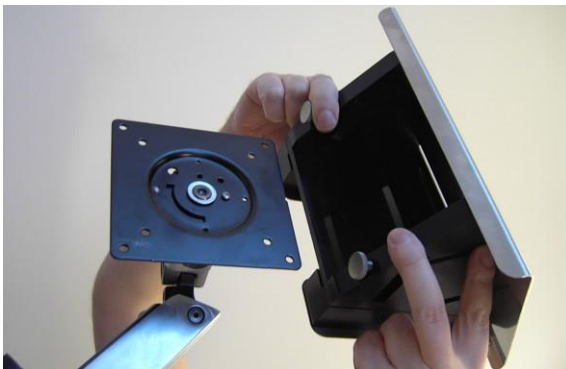

Figura 3-9. Alineación de la bandeja de piezas manuales con la base sobre el brazo articulado
1. Alinee la bandeja de piezas manuales de manera que su base quede sobre el brazo articulado, como se muestra en la Figura 3-9.
2. Inserte la bandeja de piezas manuales en su base y empuje hasta que calce por completo, como se muestra en la Figura 3-9.